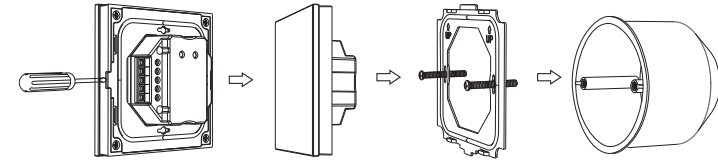

Рис. 3. Установка панели SMART-DALI-301-11-1G-4SC-DIM-IN в монтажную коробку
- 3.9. Смонтируйте панель согласно инструкции на рис. 3.